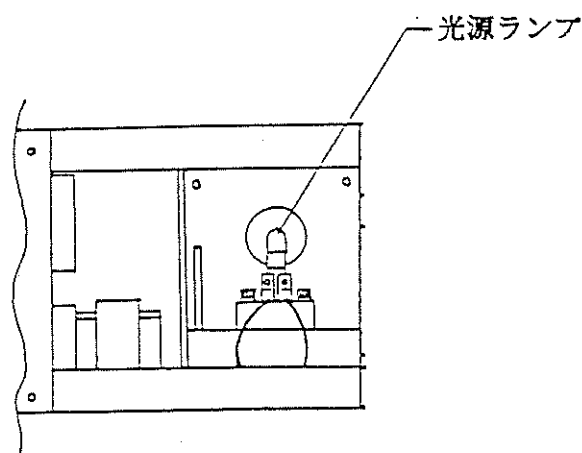

図4 光源ランプの交換
- ① 本体の左側面にある4本のネジをゆるめフタを開けます。(図4参照)
- ② ランプを上方向に引き抜いて下さい。
- ③ ランプに直接手を触れないで、カバーの上からランプを持ってソケットに差し込んで下さい。
- ④ ランプのガラス面にほこり等が付着している場合は、アルコールを浸した柔らかい布(ガーゼ等)で拭きとって下さい。
- ⑤ POWER スイッチをOFFにした直後は、ランプの表面が高温になっていますので取扱に注意して下さい。
- ⑥ 光源ランプ(ハロゲンランプ)の寿命は約2000時間です。これは使用状況により異なりますので目安とお考え下さい。